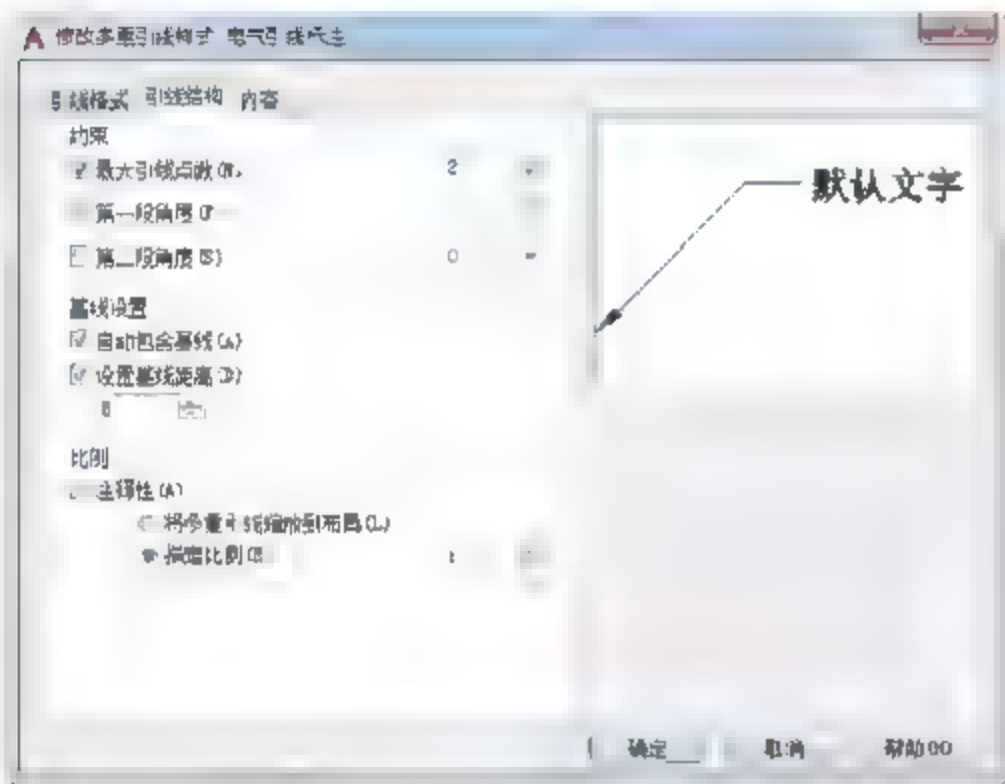

图5-89 【引线结构】选项卡
- 04 选择【引线结构】选项卡，设置参数如图5-89所示。